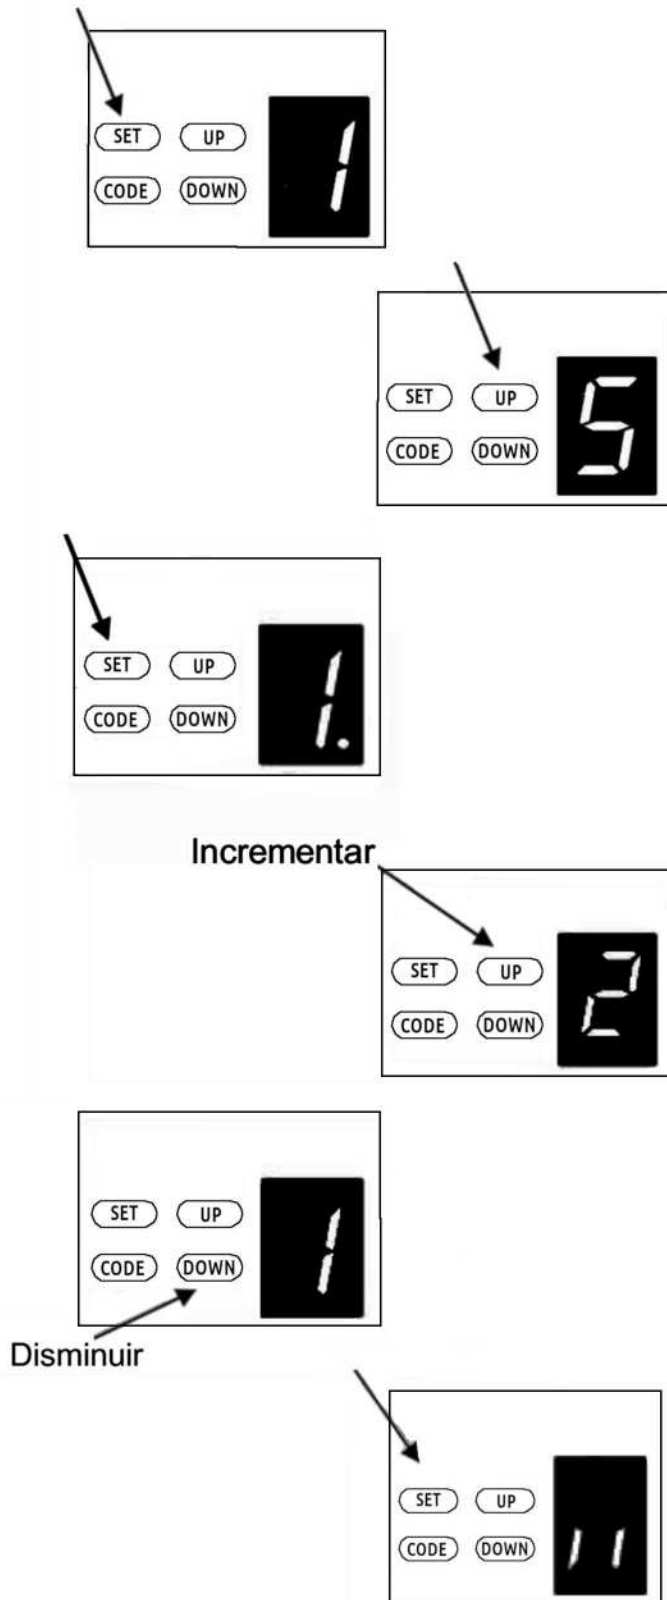

Fig.44
7.7.-Ajuste del Cierre Automatico (Fig.44).